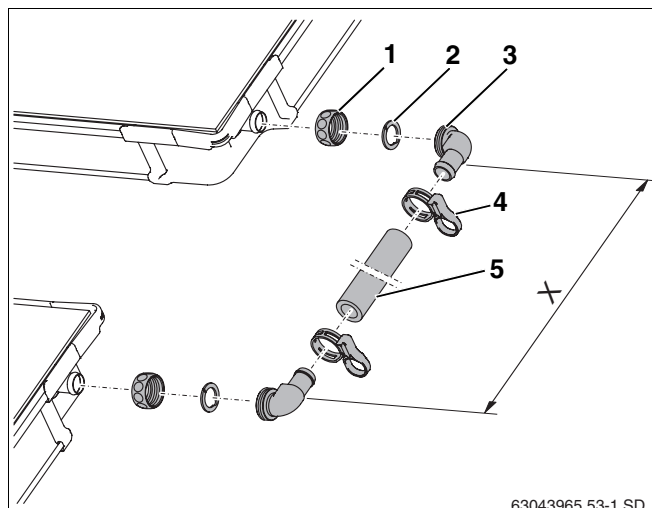

Fig. 41 Kit de raccordement entre deux rangées de capteurs
- Glissez l'écrou-raccord (fig. 41, **pos. 1**) sur les raccords des capteurs.
- Placer la rondelle de serrage (fig. 41, **pos. 2**) derrière le renflement du raccordement de capteur et serrer l'un contre l'autre.
- Appuyer l'embout coudé avec joint torique (fig. 41, **pos. 3**) contre le raccordement, positionner et visser avec l'écrou-raccord.
- Mesurer l'écartement entre les embouts coudés (dimension X) sur les capteurs montés et découper le tube solaire (fig. 41, **pos. 5**) en conséquence.
- Insérer le tube solaire sur les embouts coudés et fixer avec les brides du compensateur (fig. 41, **pos. 4**).